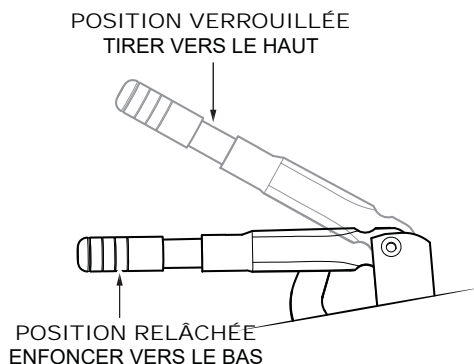

Figure 22. Frein de stationnement
- Pour relâcher le frein de stationnement, enfoncer complètement le levier du frein de stationnement (Figure 22).